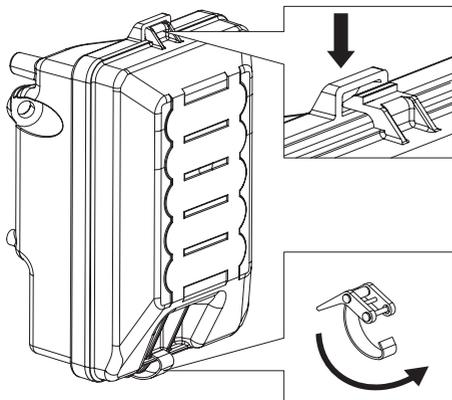

Рис. 19. Снятие крышки воздушного фильтра
2. Отстегните защелки крышки воздушного фильтра и снимите крышку воздушного фильтра (Рис. 19).